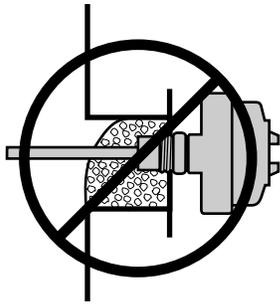

Figura 2
- Evite montar o sensor em um pescoço onde o material a cumulado possa amortecer a vibração. Veja a Figura 2.